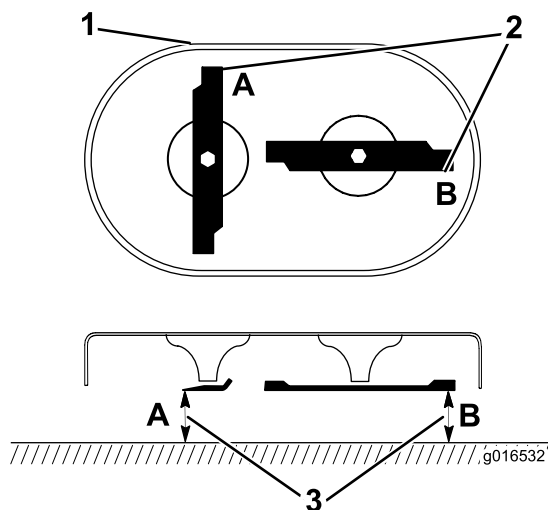

Figura 34
1. Gire las cuchillas hasta que estén posicionadas como se muestra en la Figura 34.
2. Mida desde una superficie nivelada hasta los filos de corte, en las posiciones **A** y **B** (Figura 34) y anote las dimensiones.